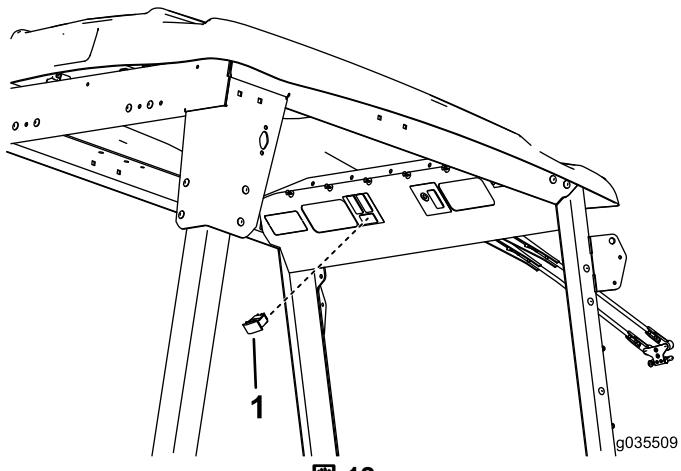

図 12
2. 既存のハーネスについているプラグに、スイッチを接続する図 12。